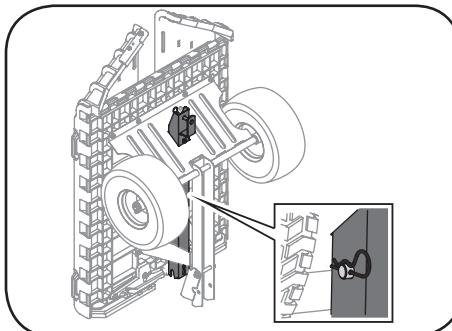

Figure 6-1
- Placez la remorque en position verticale comme indiqué à la Figure 6-1.
- Faites glisser l'attache de remorque dans l'ouverture du support de la remorque. Voir Figure 6-1.
- Fixez l'attache de remorque en place à l'aide de la goupille d'attelage et la goupille fendue. Voir Figure 6-1.